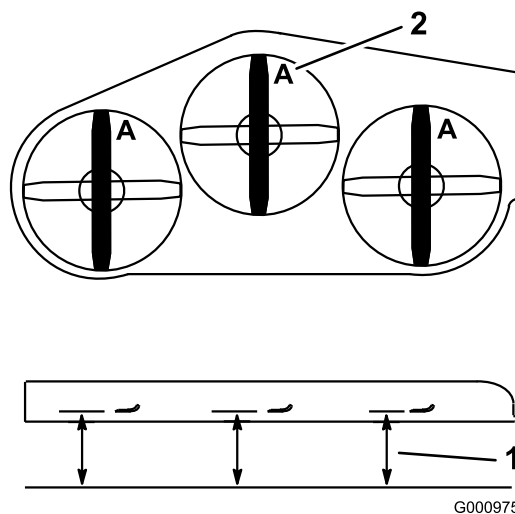

Figura 76
3. Gire las cuchillas hasta que los extremos estén orientados hacia adelante y hacia atrás (Figura 76). Mida desde una superficie nivelada hasta el filo de corte, posición A, de las cuchillas (Figura 76). Anote esta dimensión.